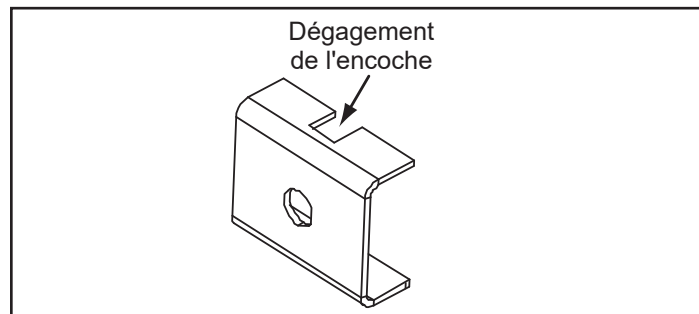

Figure 22.3
8. Chaque clip a une encoche de dégagement pour laisser de la place pour le moulage sur l'insert. Placez le clip de manière à ce que l'encoche soit face aux bords extérieurs des enceintes (**figure 22.3**).